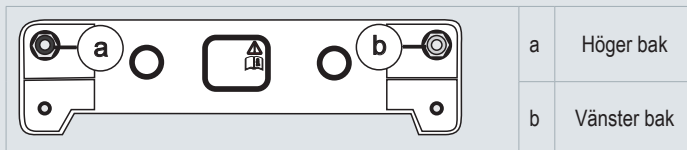

Fig. 4 Ventiler nödfyllning
**i** Ventilerna har monterats så att man ser vilken som är vilken beroende på deras läge (i körriktningen). Dessutom är de märkta ("Fig. 4 Ventiler nödfyllning").